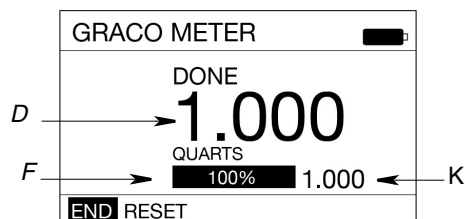

图 33
5. 显示图 33 中所所示的屏幕。注意屏幕顶部附近的“完成”字样，确认已经分配了所需的预设流量。现在，进度条 (F) 完全填满，显示已分配 100% 的所需流体，并且分配流体计数器 (D) 现在显示 1.000 匹配所选的预设参数 (K)。